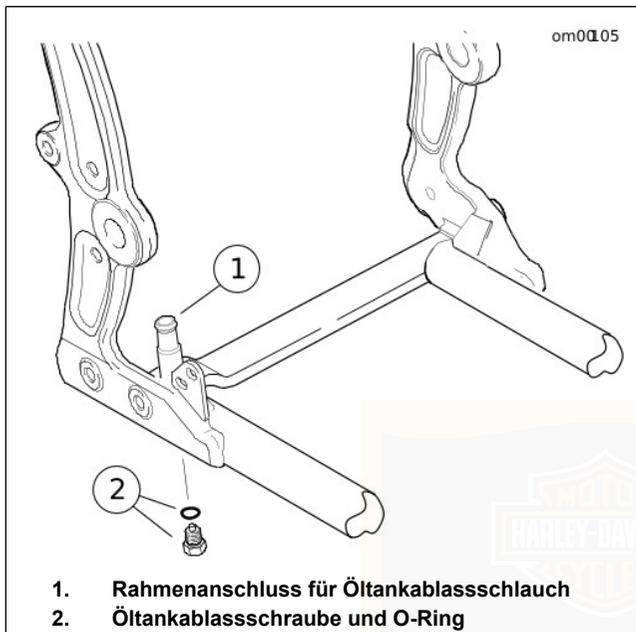

Abbildung 40. Öltankablassschraube: Softtail-Modelle
3. Siehe Abbildung 40. Die Öltankablassschraube und den O-Ring (2) entfernen. Das Motoröl ablassen.
6. Siehe Abbildung 40. Die Öltankablassschraube (2) anbringen.